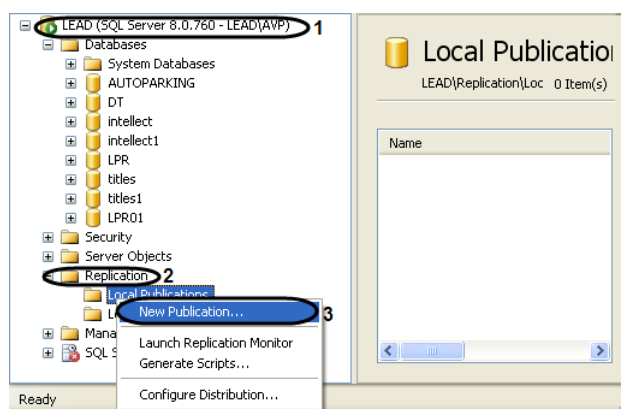

Рис. 11.2—1 Новая публикация
1. Подключиться к издателю в среде Microsoft SQL Server Management Studio, после чего раскрыть узел сервера (Рис. 11.2—1, 1).
2. Раскрыть папку «Replication», после чего щелкнуть правой кнопкой мыши по папке «Local Publications» (см. Рис. 11.2—1, 2).
3. В открывшемся контекстном меню выбрать пункт «New Publication» (см. Рис. 11.2—1, 3).